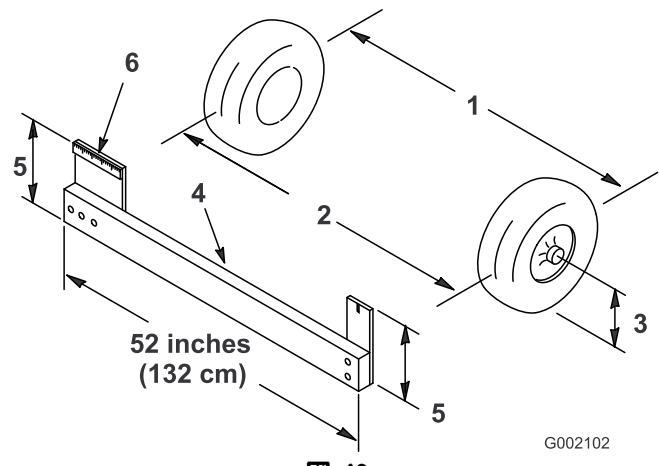

図 43
2. 前輪の前と後ろで、左右のタイヤの中央線間距離を測る；計測はアクスルの高さで行う(図 43)。前輪の後ろで、アクスルの高さで測定を行うには市販または手製のトーイン測定器が必要となる。前後の計測とも同じ道具を使用し、アクスルの高さで正しく測定すること(図 43)。